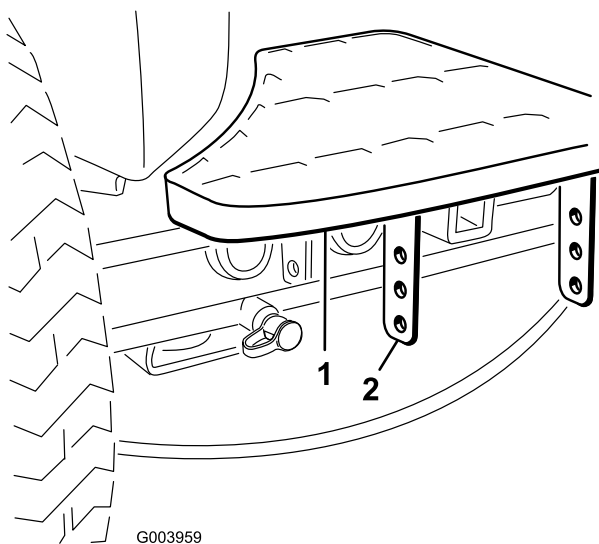

图2
1. 拆下把踏板支架固定到主机机架上的 2 个螺栓和螺母（图2）。